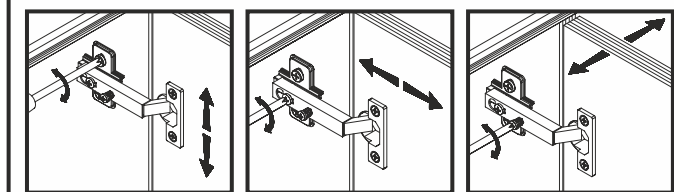

Рис. 3
5.24 Положить двери **8** и **9** фасадной поверхностью вниз на ровную поверхность. Закрепить на дверях петли шарнирные **a2**, пользуясь крестообразной отверткой (**см.рис.3**).
5.25 Навесить двери на корпус тумбы, совместив петли шарнирные **a2** с направляющими петель **b1** (**см.рис.3**). При необходимости отрегулировать положение дверей вращая регулировочные винты, как показано на **рисунке 3**.
5.16 В отверстия диаметром 8 мм на передних кромках стенок боковых 11 и 12 корпусов выдвижных ящиков вбить деревянные шканты f1 (см.рис.3).
5.17 В отверстия диаметром 15 мм на внутренних поверхностях стенок боковых 11 и 12 корпусов выдвижных ящиков вставить стяжки эксцентровые r1 (см.рис.3).
5.18 В отверстия диаметром 5 мм на внутренних поверхностях панелей передних 10 ящиков выдвижных с помощью крестообразной отвертки вкрутить винты стяжки r16 (см.рис.3).
5.20 Соединить панели передние 10 с корпусами ящиков выдвижных и затянуть стяжки эксцентровые r1, пользуясь специальным ключом z1. Закрыть стяжки эксцентровые заглушками s2 (см.рис.3).